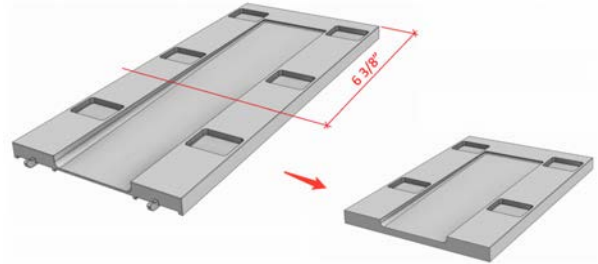

Fig S1
- El tamaño estándar de las cuñas se adapta a una puerta de 3 rieles sin necesidad de modificaciones; si su puerta tiene 2 rieles, necesitará recortar las cuñas como se muestra en la Fig. S1.